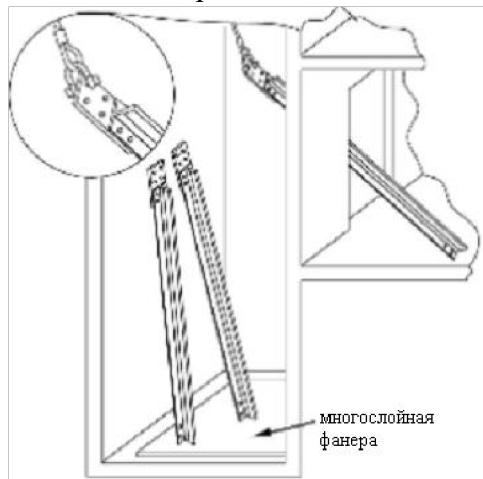

Рисунок 5.4 - Занос направляющих в шахту
- краном (тельфером) поднять направляющие и завести их концы в шахту. Опустить направляющие в шахту так, чтобы стыковые планки направляющих оперлись на упоры (рис. 5.4). Снять захваты от стыковых планок первых (нижних) направляющих и пристыковать их к следующей паре.